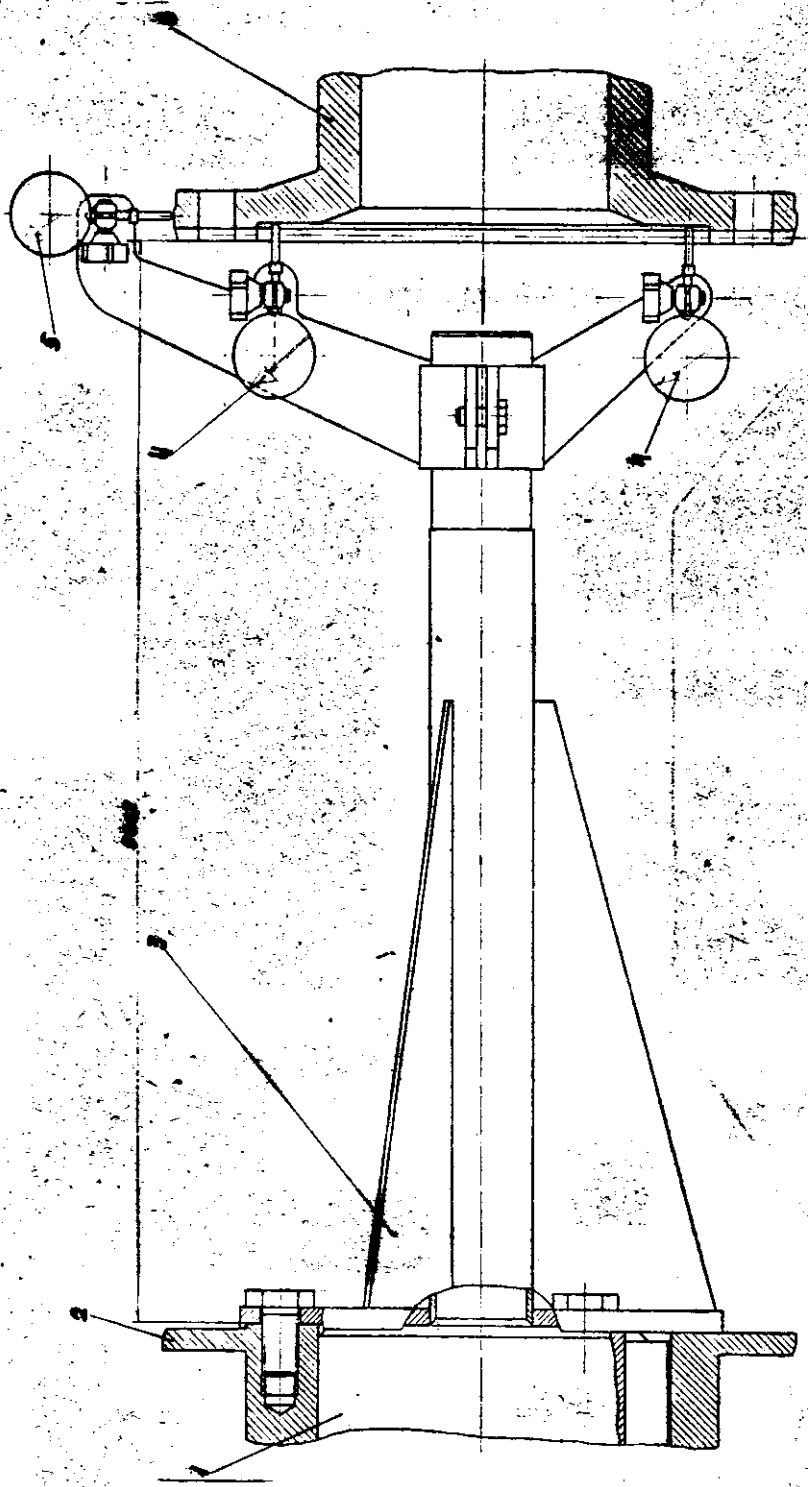

Рис. 9. Установка приспособления для центровки двигателя с генератором:
- установите приспособление У6350-1553 с индикаторными часами (рис.9) на полумуфту 2 генератора. Места установки индикаторных часов на валу редуктора двигателя обеспечиваются приспособлением.